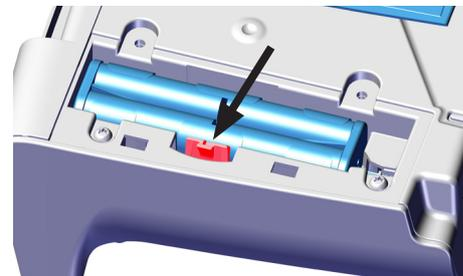

Fig. 1
ver Fig. 1 (na capa)
- ⇒ Desligar o equipamento no botão Lig/Desl (1).
- ⇒ Pressionar o clipe de retenção (Fig. 1) para o lado e retirar o suporte da bateria.